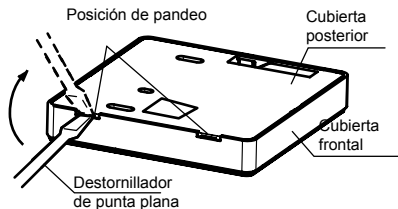

Imagen 3-2
- Inserte un destornillador en la ranura en la parte más baja del controlador alámbrico (2 lugares) y retire la parte superior del aparato. (Imagen 3-2)